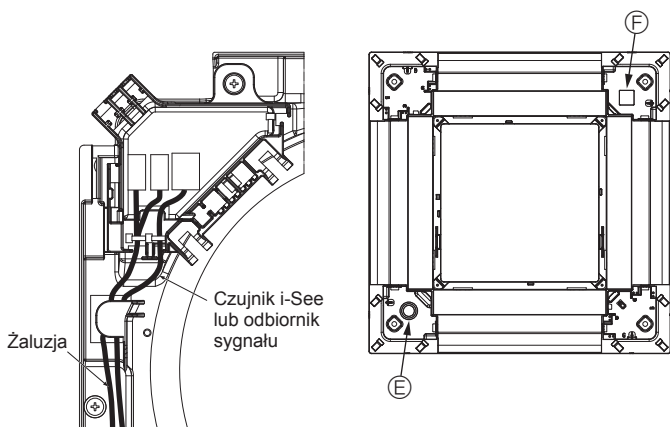

Fig. 10-13
- Poprowadzić przewody czujnika i-See i odbiornika sygnału w sposób pokazany na Fig. 10-13.